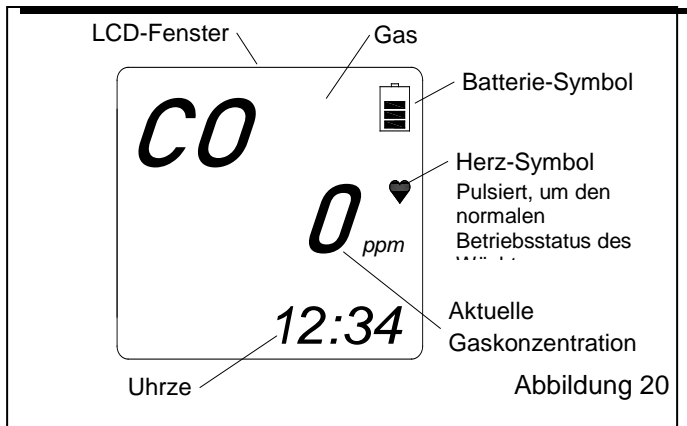

Abbildung 20
5.2.1.3 Wenn die Frischluftbasislinie eingestellt wurde, zeigt die LCD „Adj“ (Einst) sowie die Aufforderung *RELEASE* (LOSLASSEN) für die Taste AIR an. Der Wächter gibt einen Signalton aus, und auf der Anzeige erscheint 0 ppm, wie in Abbildung 20 dargestellt.
5.2.2.6 Wenn die Frischluftbasislinie eingestellt wurde, zeigt die LCD „Adj“ (Einst) sowie die Aufforderung RELEASE (LOSLASSEN) für die Taste AIR an. Der Wächter gibt einen Signalton aus, und auf der Anzeige erscheint 0 ppm, wie in Abbildung 20 dargestellt.